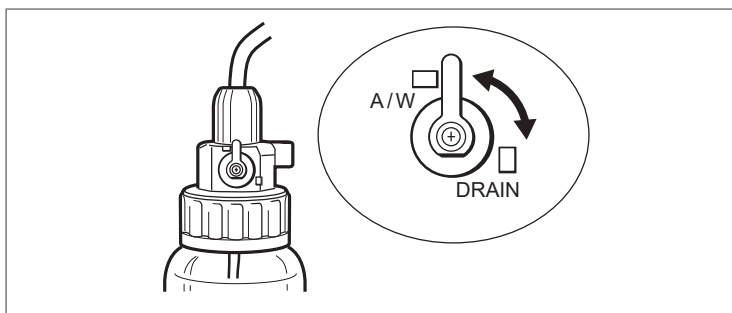

Figura 4.9
2. Puneți maneta pentru aer/apă și drenaj pe poziția [A/W] (alimentare cu aer/apă) (Figura 4.9).